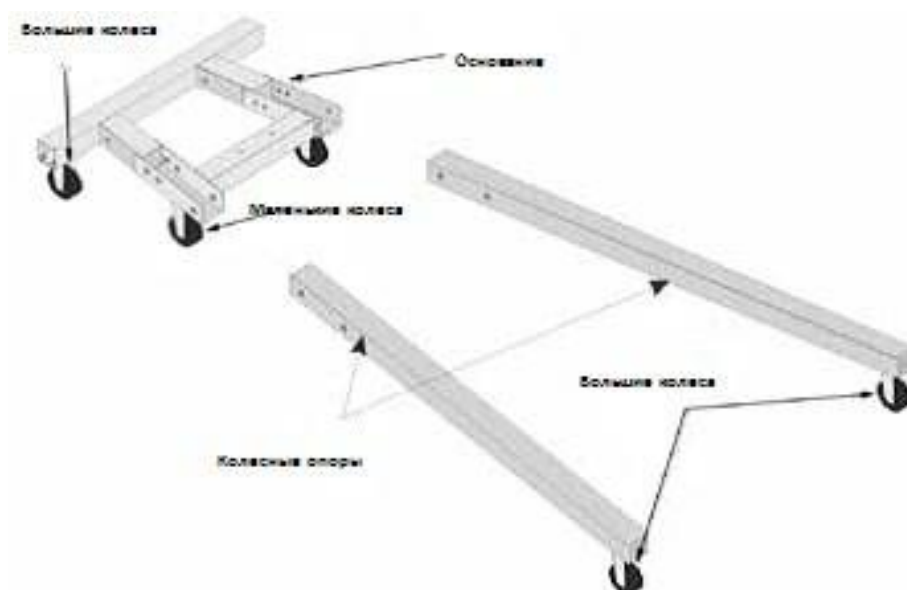

Рис.1
1. Используя прилагаемые болты и гайки, прикрепите два больших колеса к основанию и два другие большие колеса к колесным опорам. Затем прикрепите два маленьких колеса к основанию. (См. Рис. 1)